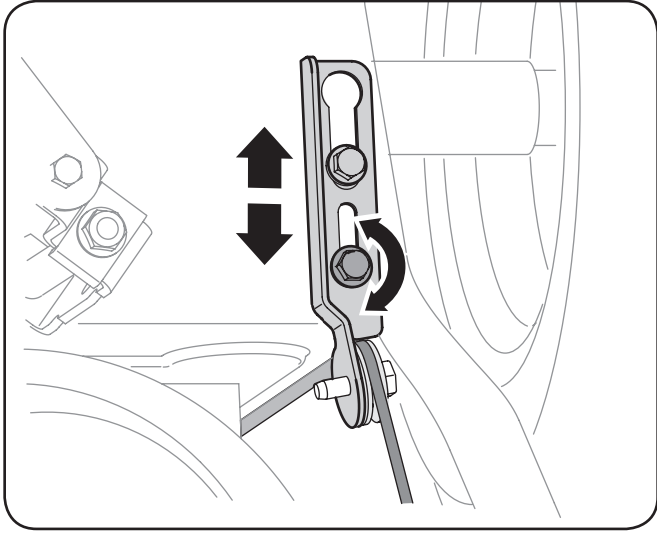

Figure 3-18
7. Pour ajuster à nouveau le câble de commande, desserrez le contre-écrou à six pans supérieur du support de la commande de la tarrière. Voir la Fig. 3-18.